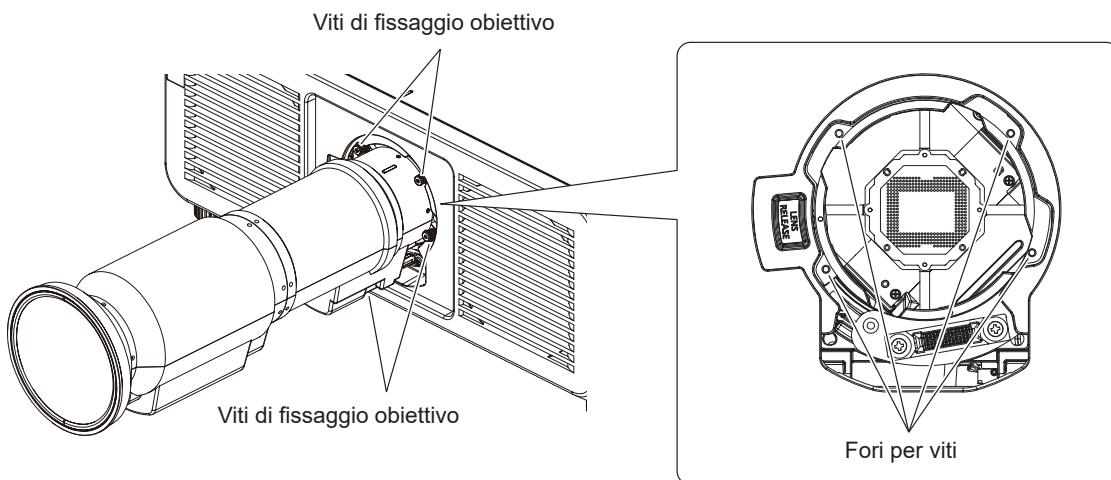

Fig. 4
- 4) **Fissare l'obiettivo di proiezione con le viti di fissaggio. (Fig. 4)